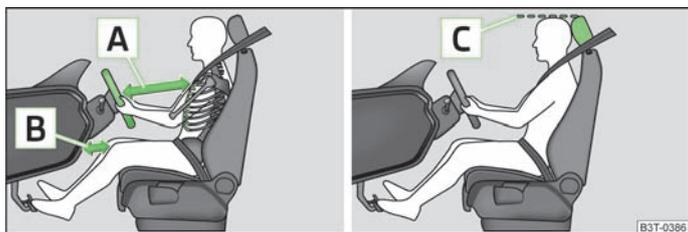

Fig. 115 Distance correcte entre le conducteur et le volant et le tableau de bord/réglage correct de l'appuie-tête
- Réglez le volant de façon à ce que la distance entre le volant et le buste soit de 25 cm minimum [» fig. 115 \[A\]](#) et la distance entre les jambes et le tableau de bord à hauteur de l'airbag de protection des genoux de 10 cm minimum [\[B\]](#).
- Réglez l'appuie-tête de façon à ce que le bord supérieur de l'appuie-tête se trouve au moins à la hauteur de la partie supérieure de votre tête [» fig. 115 \[C\]](#).
- Réglez l'appuie-tête de façon à ce que le bord supérieur de l'appuie-tête se trouve au moins à la hauteur de la partie supérieure de la tête [» fig. 115 \[C\]](#).